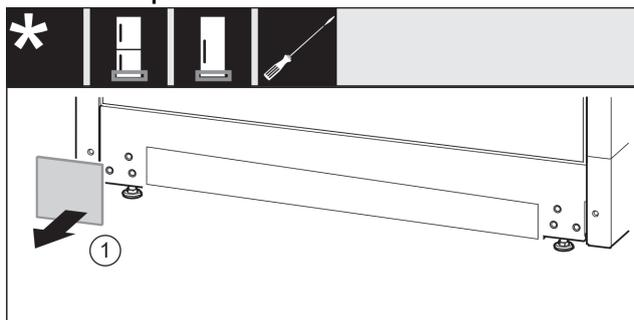

Fig. 35
- ▶ Retire la cubierta. *Fig. 35 (1)*